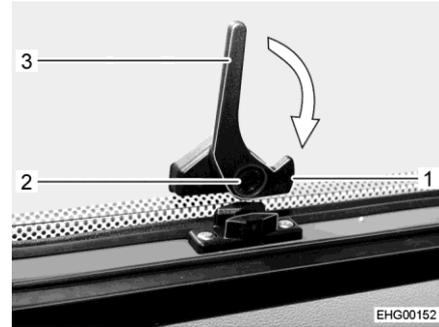

Fig. 39 Palanca de bloqueo inferior (posición "abierta")
- Pulsar el botón de seguridad (Fig. 39,2) en la palanca de bloqueo inferior (Fig. 39,3) y mantenerlo pulsado.
- Girar la palanca de bloqueo inferior (Fig. 39,3) un cuarto de vuelta hacia el marco de la ventana hasta que engatille el saliente de bloqueo (Fig. 39,1).